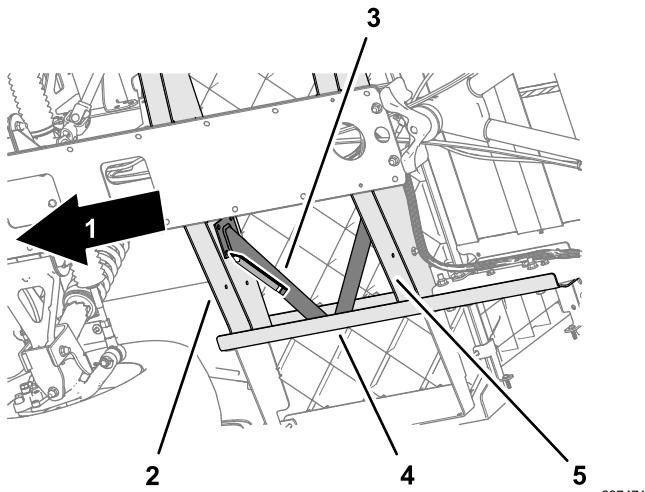
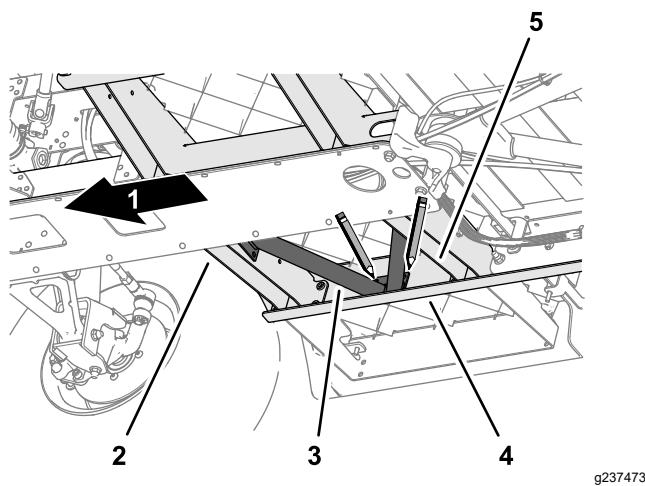
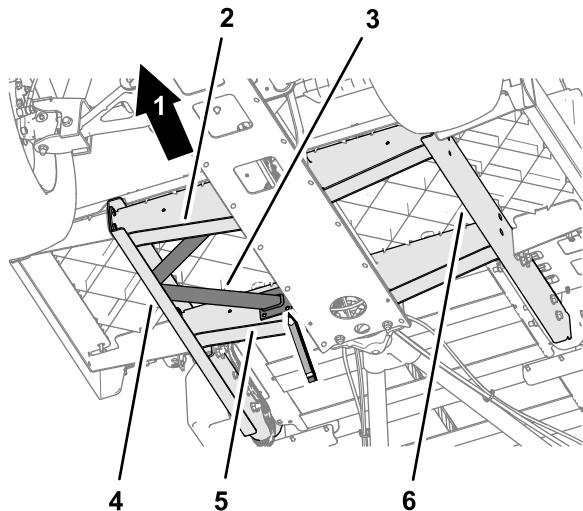

图 15
图 16
图 17
- 将底板梁的凸缘与机器的侧机架槽、前底板槽和后机架槽对齐 图 15。
- 将底板梁与底板平行对齐 图 15。
3. 用底板梁作为模板在侧机架槽和底板槽上标记孔的位置 图 15、图 16 和图 17。